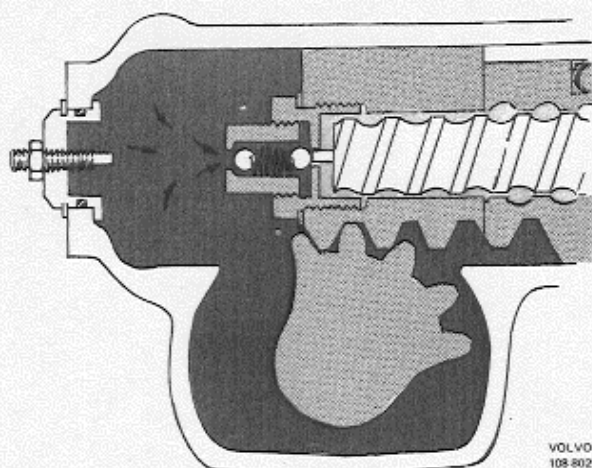

Abb. 62 Lenkbegrenzung, Linkseinschlag
Der entspr. Verlauf vollzieht sich bei Linkseinschlag, jedoch mit dem Unterschied daß jetzt die innere Ventilkugel (11) von einem Dorn am Ende der Lenkschnecke aufgedrückt wird, s. Abb. 62.